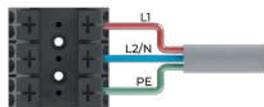

Figura 12
- Retire aproximadamente 6 mm da isolamento de cada um dos 3 fios (L1, L2, PE) e insira os condutores no conector de conexão rápida como mostra a figura 12.